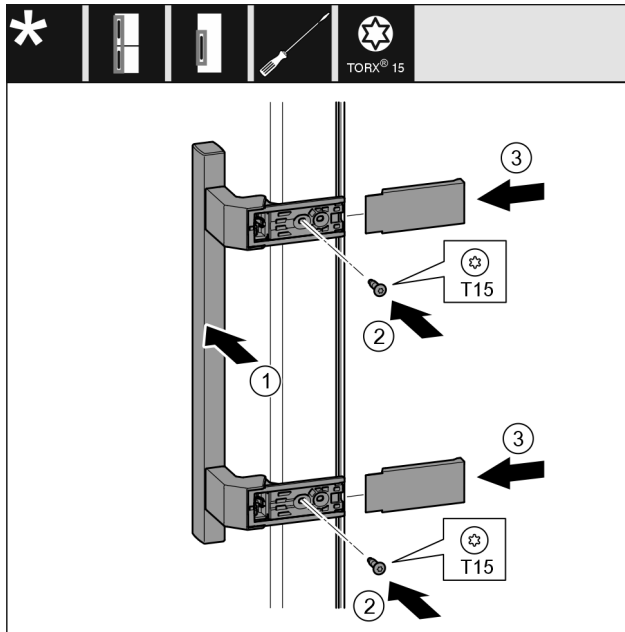

Fig. 35
- ▶ Griff Fig. 35 (1) auf der Gegenseite ansetzen.
- ▶ Schrauben Fig. 35 (2) mit Schraubendreher festschrauben.
- ▶ Abdeckungen Fig. 35 (3) seitlich ansetzen und aufschieben.